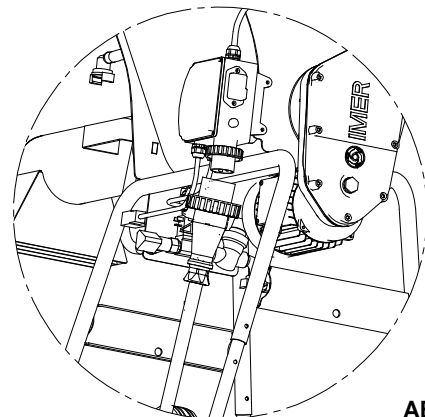

ABB. 5
10.1 STROMANSCHLUSS (siehe Abb. 5)
Vor dem Anschluss des Mixers an das Stromnetz ist sicherzustellen, dass alle Sicherheitsvorkehrungen korrekt positioniert und in gutem Gebrauchszustand sind. Insbesondere muss das Trichtergitter montiert, das Verlängerungskabel in gutem Zustand, Steckdosen und Stecker müssen trocken sein. Das Versorgungskabel an den Stecker auf der Schalttafel des Mixers anschließen (Abb. 5) und die Maschine unter Spannung setzen.